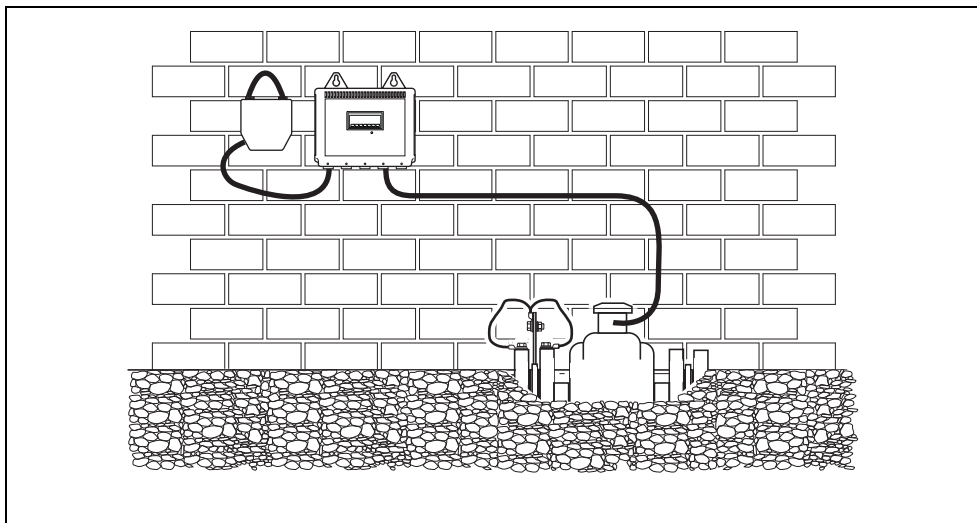
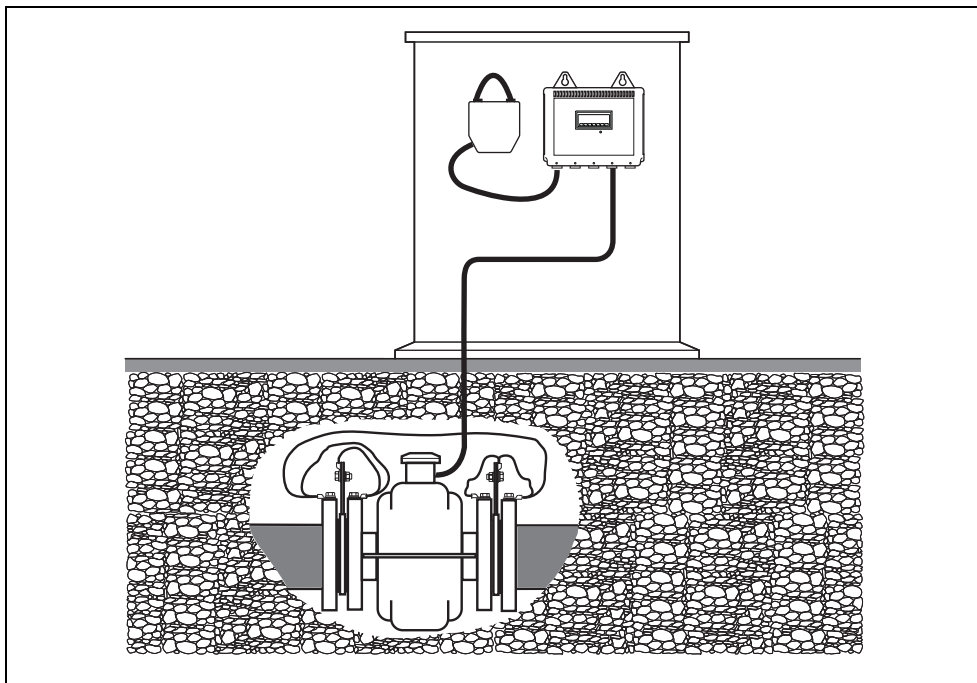

Рис. 3.6 Преобразователь с питанием от батареи, смонтированный в камере
Рис. 3.7 Преобразователь с питанием от сети или батареи в придорожном шкафу с местным заземлением
- Соединяйте землю преобразователя с землей корпуса расходомера – см. Рис. 3.6 и Рис. 3.7.